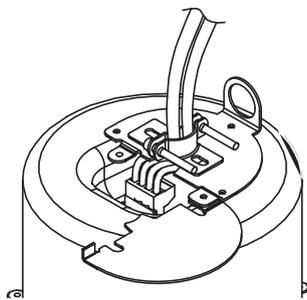

Abbildung 14: Sichern der Kabel in der Schelle
1. Wenn Hohlraumkabel verwendet werden, führen Sie die Kabel durch die Schelle zur Zugentlastung an der Abdeckplatte für Klemmen (Abbildung 14). Halten Sie die Schelle dicht um das Kabel. Ziehen Sie zunächst die Schrauben zur Zugentlastung und dann die horizontale Schraube fest. Werden isolierte Lautsprecherdrähte und Hohlraumkabel verwendet, kann man häufig eine akzeptable Zugentlastung erreichen, indem man lediglich die Schrauben zur Zugentlastung an der Abdeckplatte für Klemmen anzieht.